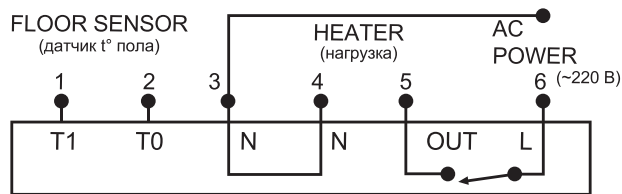

рис.2
- В пружинных гнездах клеммника (рис.2) синего цвета №1 (T1) и №2 (T0) зафиксируйте (при помощи кнопок желтого цвета) концы соединительных проводов датчика t° пола. Полярность этих проводов значения не имеет;